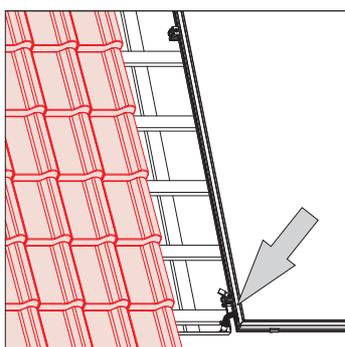

Fig. 3-36 Position de montage de la sonde de température de capteur ·
2. Enfoncer la sonde de température dans le capteur solaire plat jusqu'à la butée (voir fig. 3-36). La sonde doit ainsi être calée sur la tôle de l'absorbeur.